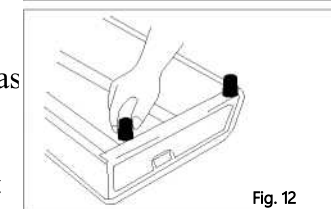

Fig. 12
- Fixez les pieds en caoutchouc au réchaud en le tournant à l'envers et les vissez dans les trous au bas du réchaud (Fig. 12)